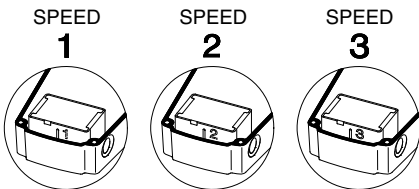

Fig. 14 Selección de velocidad
3. Extraiga el módulo de conmutación de velocidad e insértelo de nuevo, de modo que el número correspondiente a la velocidad deseada pueda verse a través del visor de la caja de conexiones. Consulte la fig. 14.